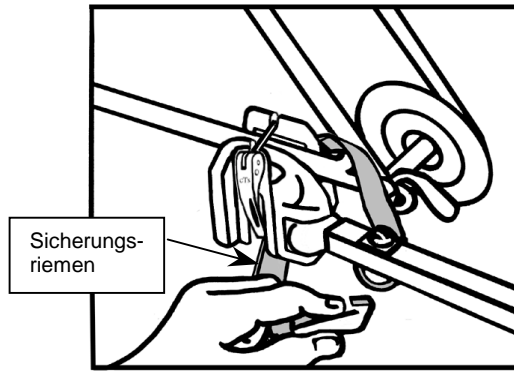

Abb.9
4. Den Sicherheitsriemen um die linke Kettenstrebe führen und den Karabinerhaken in den halbrundförmigen Ring an der Deichsel einhaken (siehe Abb. 9).